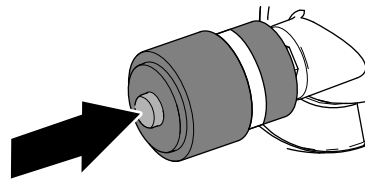

図 111
1. 整備インジケータが赤色になっている場合は、インジケータの端部にあるリセットボタンを押す 図 111。